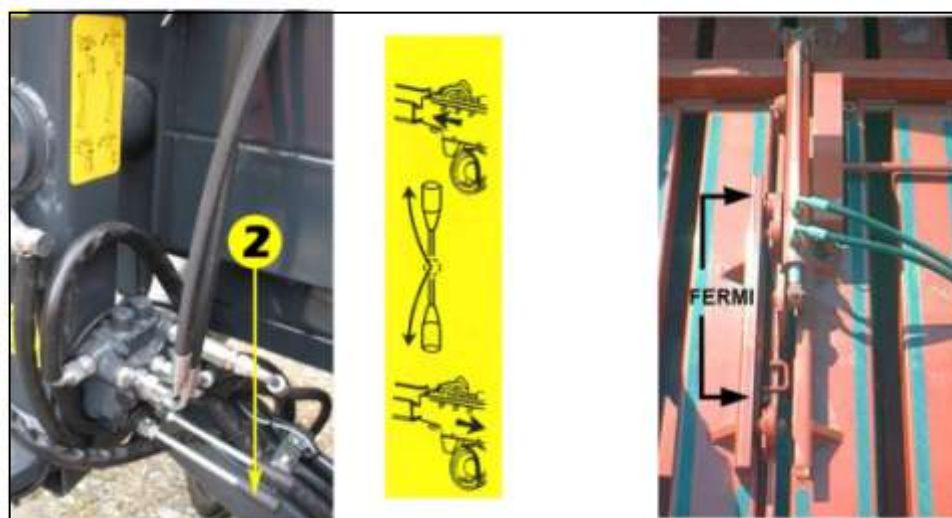

Рисунок 6.10
- 3) Чтобы избежать изъятия из камеры ещё не связанного материала, поднять крюки выталкивателя и прикрепить их соответствующими замками (рисунок 6.10).
- 5) Чтобы вытолкнуть тюк необходимо нажать на рычаг 2 распределителя (рисунок 6.10), расположенный на правой задней стороне машины, вплоть до полного отклонения поршня.